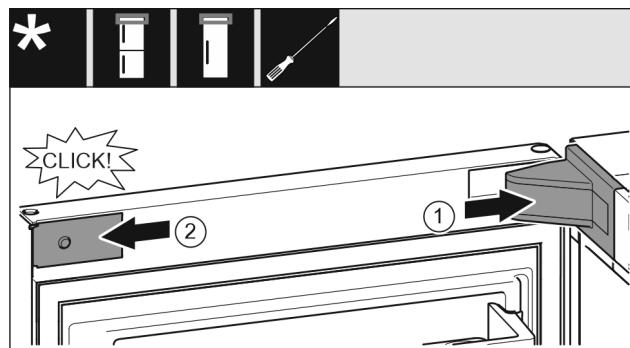

Fig. 20
- ▶ Поставете и фиксирайте капака на лагерната стойка, при нужда внимателно го натиснете настрани. *Fig. 20 (1)*
- ▶ Поставете странично капачката и я фиксирайте. *Fig. 20 (2)*